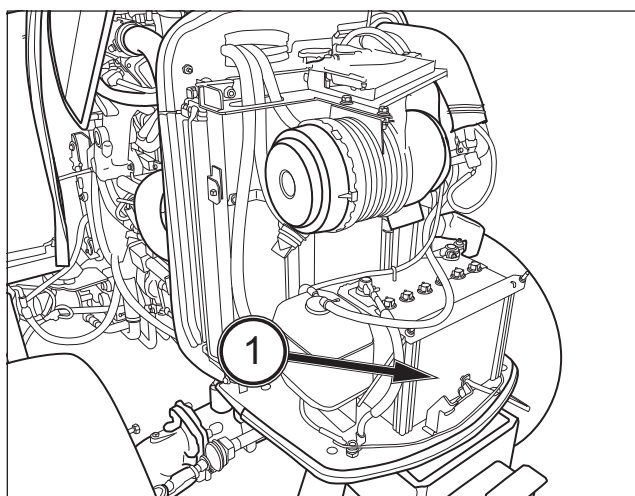

FIG. 130
FIG. 130 : la batterie (1) se trouve sous le capot moteur à l'avant du radiateur. Lorsque la batterie est retirée, il faut nettoyer les câbles ou inspecter l'électrolyte.